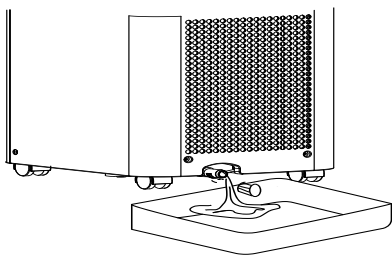

Fig. 1
- Voordat u het opbergt, moet u de rubberen plug aan de onderkant van de afvoerpoort (nr. 9) eruit halen en het water laten wegllopen. (Fig. 1) Laat de unit enkele uren alleen in de ventilatormodus draaien om eventueel vocht op de koudewisselaar te drogen om zo schimmel te voorkomen.